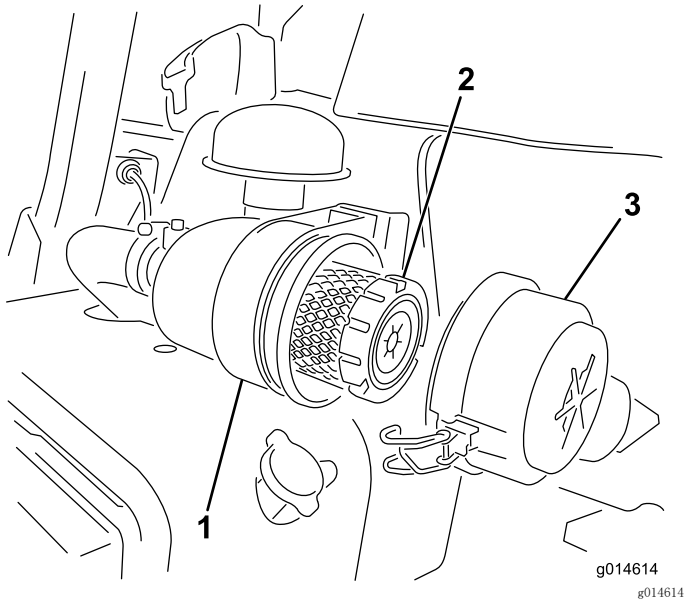

图41
1. 松开将空气滤清器盖固定到空气滤清器壳体上的门锁（图41）。
6. 固定搭扣（图41）。